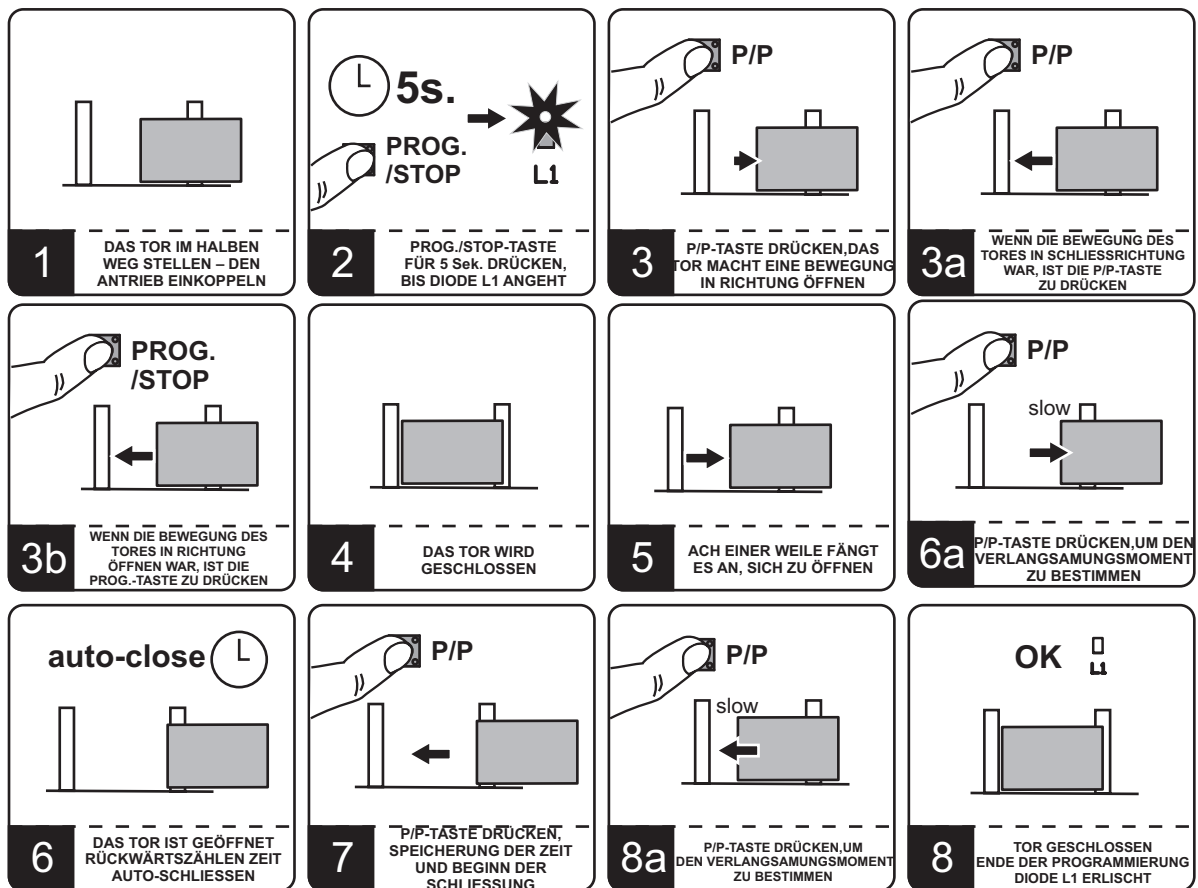

Bild 5. Verlauf der Programmierung im einfachen (siehe 1-8 ohne 6a und 8a) und erweiterten Modus (1-8 mit Punkt 6a, 8a).
Es ist die einfache und schnelle Form der Festlegung der Schließ-, Öffnungs- und Auto-Schließzeiten. Die Verlangsamungszeiten vor dem vollständigen Öffnen und Schließen werden automatisch ermittelt. Die Programmierung ist nach den folgenden Schritten durchzuführen (Bild 5):
- ▶ Das Tor manuell in der Mitte stellen (1, Bild 5).
- ▶ Die Taste PROG./STOP drücken und ca. 3 Sekunden lang gedrückt halten, bis die Diode LD1 angeht (2, Bild 5). Das Steuergerät ist im Programmiermodus.
- ▶ Die Taste P/P drücken. Das Tor fängt an, sich in einigen Sekunden zu bewegen (3, Bild 5).
- ▶ Wenn es sich in Schließrichtung bewegt, drücken Sie erneut die P/P-Taste (3a, Bild 5). Wenn es sich in Richtung des Öffnens bewegt, drücken Sie PROG./STOP-Taste (3b, Bild 5).
- ▶ Das Tor erreicht die Schließposition (4, Bild 5) und fängt automatisch an, sich zu wieder öffnen (5, Bild 5) und stoppt auf der Grenzposition des Öffnens (6, Bild 5). Das Steuergerät fängt an, die Auto-Schließzeit zu speichern (siehe Tab. 1).
- ▶ Wenn die erwünschte Pausenzeit erreicht wird, ist die P/P-Taste zu drücken (7, Bild 5). Der Stellmotor aktiviert die Schließbewegung, indem er auf der Grenzposition der Schließung stoppt. Diode LD1 erlischt, Ende der Programmierung (8, Bild 5).
Dieses Verfahren erfordert von dem Installateur mehr Engagement in das Lernprozess als beim vereinfachten Modus. Der Installateur hat die Möglichkeit, zusätzlich die Verlangsamungszeiten beim Öffnen und Schließen nach eigenem Bedarf einzustellen. Um die Verlangsamungszonen anders als Werkeinstellungen einzustellen, ist wie folgt vorzugehen (Bild 5):
- ▶ Das Tor erricht die Schließposition (4, Bild 5) und fängt automatisch an, sich wieder zu öffnen (5, Bild 5).
- ▶ Beim Öffnen ist die P/P-Taste in einem Punkt zu drücken, in dem die Verlangsamung beginnen soll (6a, Bild 5). Das Tor stoppt für einen Moment, wonach es sich weiter bewegt und endet das Öffnen.
- ▶ Nach dem Stoppen des Tores auf der Grenzposition des Öffnens (6, Bild 5) fängt das Steuergerät an, die Auto-Schließzeit zu speichern (siehe Tab. 1).
- ▶ Wenn die erwünschte Pausenzeit erreicht wird, ist die P/P-Taste zu drücken (7, Bild 5). Der Stellmotor aktiviert das Schließen.
- ▶ Beim Schließen des Tores ist die P/P-Taste in dem Punkt zu drücken, in dem das Tor anfangen soll, zu verlangsamen (8a, Bild 5).
- ▶ Das Tor endet die Schließbewegung, indem es auf der Grenzposition der Schließung stoppt. Diode LD1 erlischt, Ende der Programmierung (8, Bild 5).